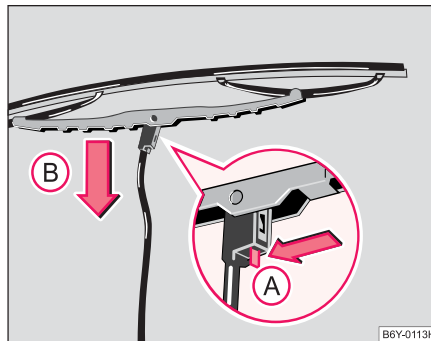

Fig. 40 Balai d'essuie-glace pour pare-brise
- Ecartez le bras d'essuie-glace du pare-brise et positionnez le balai à angle droit du bras d'essuie-glace ⇒ fig. 40.
- Poussez le ressort de blocage dans le sens de la flèche ① et poussez simultanément le balai d'essuie-glace dans le sens de la flèche ② ⇒ ⚠.